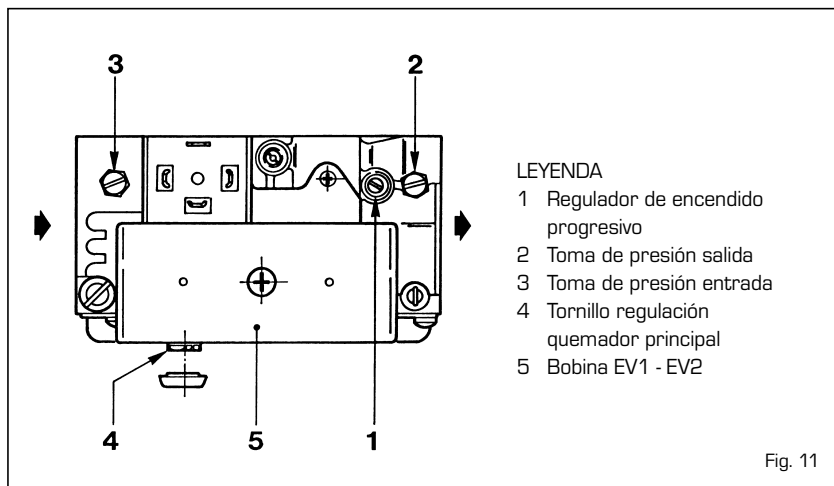

Fig. 11
Las calderas "20/65 CE IONO" se producen de serie con válvula gas SIT 830 TANDEM (fig. 11).
- Para los modelos "20/65 CE IONO - 35/80 CE IONO" quitar el tapón colocado sobre el regulador de presión y girar el tornillo de regulación (4 fig. 11 y 5 fig. 14). Regular después la presión a la entrada de la válvula gas a 30/37 mbar, según el tipo de gas, actuando sobre el reductor de presión exterior de la caldera